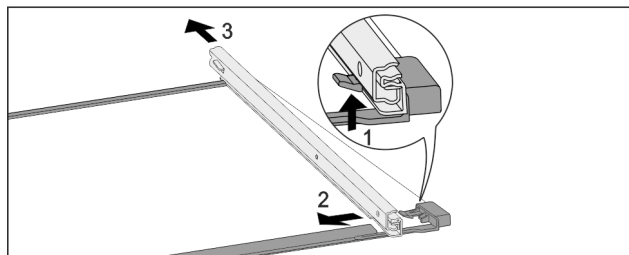

Fig. 190 Glashylla med skenor
- ▶ Tryck främre spärr uppåt. Fig. 190 (1)
- ▶ Skjut bort utdragsskena i sidled Fig. 190 (2) och bakåt Fig. 190 (3).